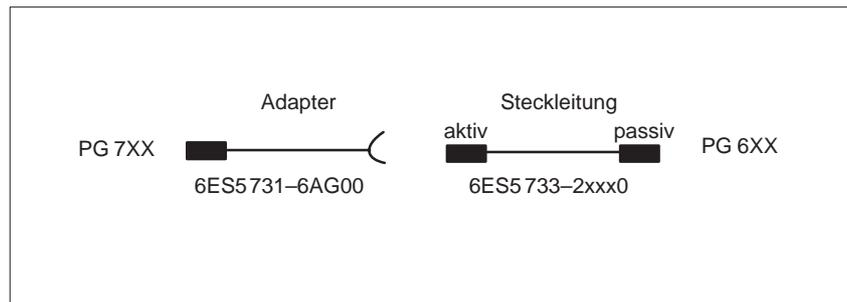

Bild 3-11 Steckrichtung: Adapter-Steckleitung
1) Bei der Reihenschaltung ist unbedingt auf die Steckrichtung zu achten (siehe Bild 3-11).